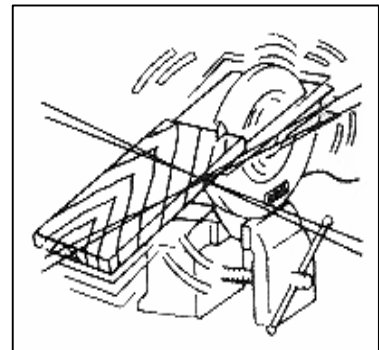

Рис.4
12. **Никогда** не закрепляйте циркулярную пилу в тисках при распиливании деревянных заготовок. Это может привести к серьезным травмам (Рис.4).